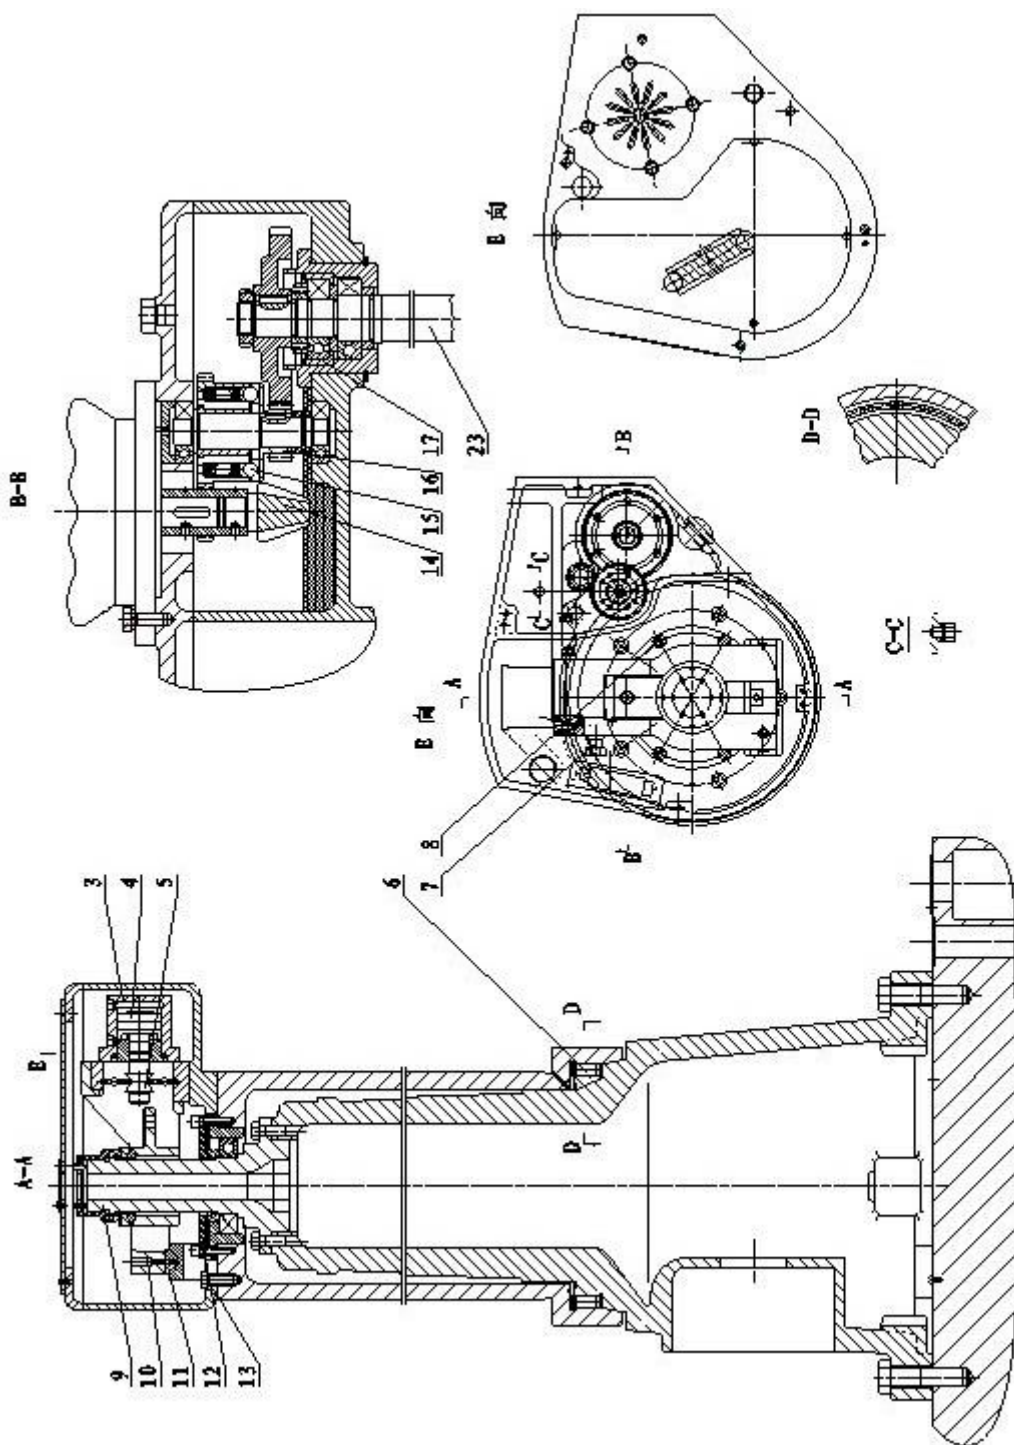
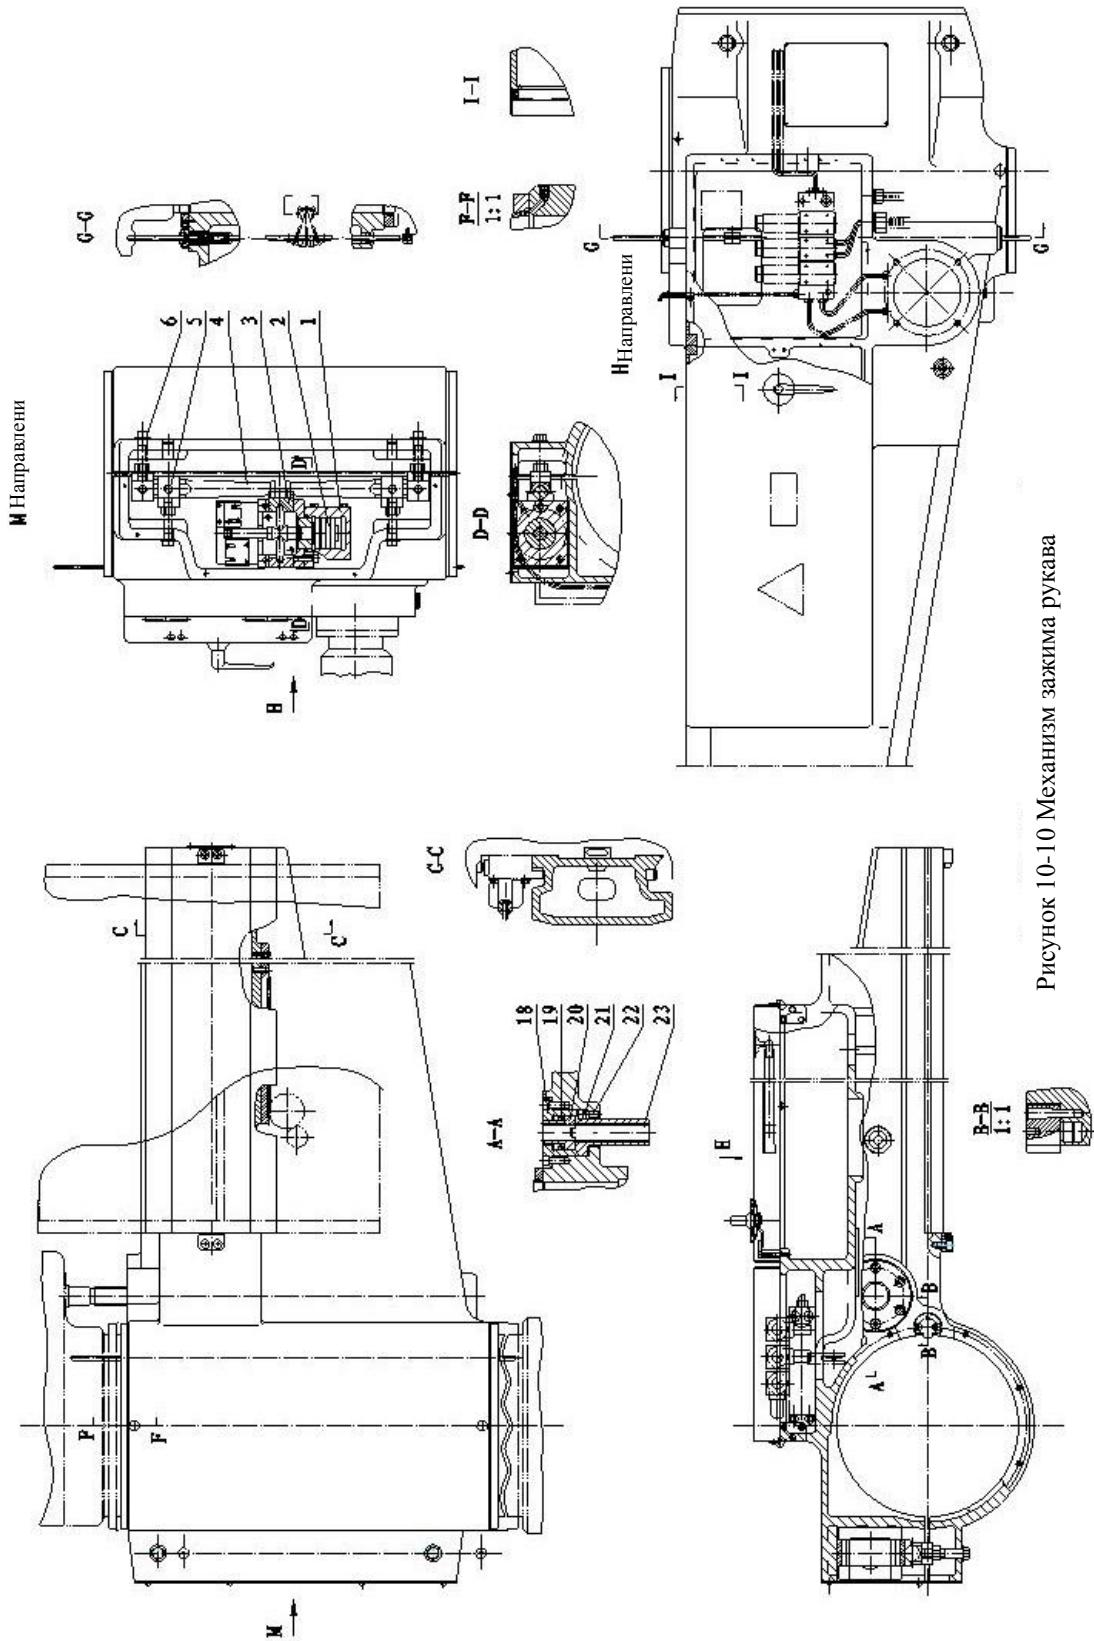

Рисунок 10-9 Зажим стойки и подъем рукава
Рисунок 10-10 Механизм зажима рукава
10.4. Подъем рукава (Рис.10-9, 10-10)
Внутри корпуса подъемного устройства 13, оборудованного каркасом для подъема рукава (рис. 10-9), находится двигатель подъема, запускаемый подъемным звеном 23 с низкооборотным двигателем и стальной шариковой предохранительной муфтой 15, подъем гаек 21 (показано на рис.10-10, секции А- А), ограничивается штифтом 22, поэтому вращение невозможно, звено 23 при перемещении в обратном направлении может приводить в движение рукав вверх и вниз, чтобы обеспечить приток смазки ко всем частям трансмиссии в подъемном каркасе, имеется комплект для защиты от брызг, установленный на валу 14 двигателя, для изучения подъемной гайки 21 на предмет истирания после долгого срока службы и, в случае возникновения такого истирания, имеется предохранительная гайка 20. Если подъемная гайка 21 повреждена, рукав может перемещаться вниз до соприкосновения с нажимной крышкой 18, нажимная крышка 18 поддержит рукав в случае возникновения непредвиденных обстоятельств. Гайка 17 используется для ограничения звена 23 в направлении вала, когда рукав перемещается вверх и вниз до конца хода, а не до стальной шариковой предохранительной муфты 15, звено нажмет на электрический выключатель и двигатель подъема прекратит вращение, а затем остановится сверху или внизу. Пока рукав перемещается вверх и вниз, в случае возникновения непредвиденных обстоятельств или если электрический выключатель не сработает, стальной шарик нажмет на пружинную колодку, движение вверх и вниз прекратится.
10.5 Зажим рукава (Рис.10-10)
(2) Регулировка зажима на стойке (Рис.10-9)
(3) Регулировка силы зажима рукава (Рис.10-10)